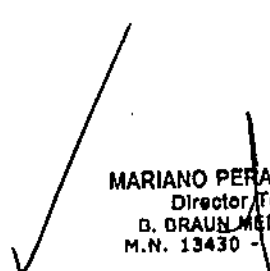

Fig. 2
- ▶ Conectar el motor a la unidad de control: Orientar el conector del mando de pedal A y colocarlo en la conexión para cable de mando 17 (parte posterior del equipo) hasta que cierre de forma audible, ver Fig. 2.
- ▶ Retirar el mando de pedal de la unidad de control: Presionar la palanca de trinquete 18 y retirar al mismo tiempo el conector del mando de pedal A, ver Fig. 2.